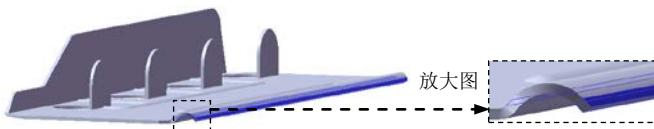

图 13.2.55 绘制的折弯 2
(4) 定义钣金参数属性。在 折弯参数(P) 区域的 文本框 中输入折弯角度值 60.0，在 折弯位置: 区域中单击“折弯中心线”按钮 中心线 ，在 文本框 中输入折弯半径值 0.2。
(5) 单击 \checkmark 按钮，完成绘制的折弯 1 的创建。
Step13. 创建图 13.2.55 所示的钣金特征——绘制的折弯 2。
(1) 选择命令。选择下拉菜单 $\text{插入(I)} \rightarrow \text{钣金(H)} \rightarrow \text{绘制的折弯(S)…}$ 命令